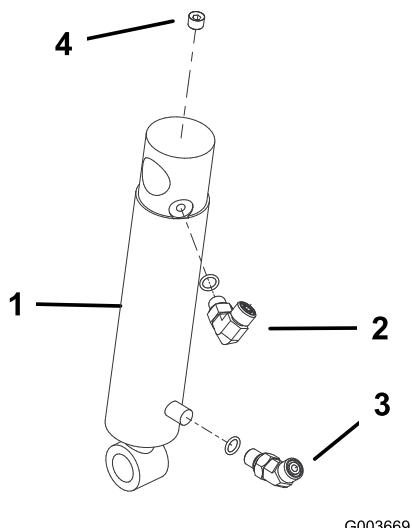

Рисунок 11
- Завинтите 90-градусный фитинг в верхнее отверстие в гидроцилиндре. Расположите фитинг, как показано на Рисунок 11. Примечание: Обеспечьте, чтобы перед установкой все уплотнительные кольца круглого сечения были смазаны и правильно расположены на фитингах.
- Завинтите 45-градусный фитинг в нижнее отверстие в гидроцилиндре. Расположите фитинг, как показано на Рисунок 11.